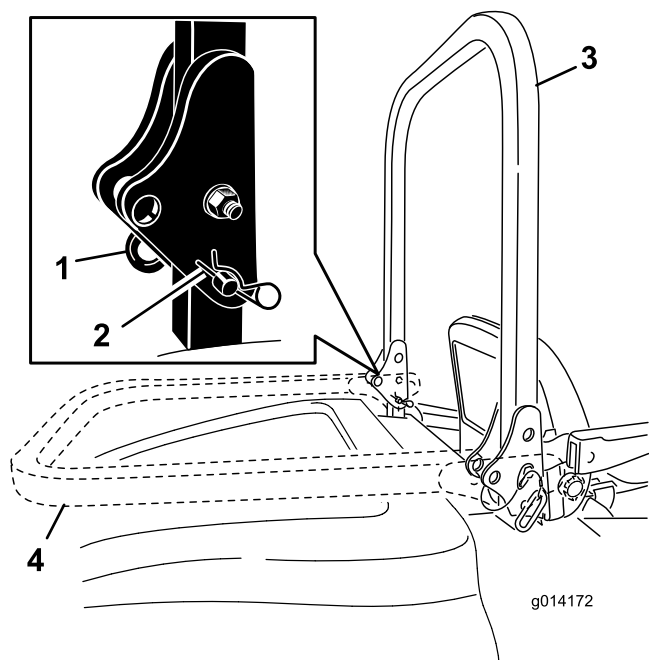

Figura 14
1. Para baixar a barra de segurança, retire os pernos de gancho, empurre a barra de segurança para a frente contra as molas e retire os dois pinos (Figura 14).
2. Baixe por completo a barra de segurança (Figura 14).
3. Instale os 2 pinos e fixe-os com os contrapinos (Figura 14).
4. Para levantar a barra de segurança, remova os contrapinos e os dois pinos (Figura 14).
5. Levante a barra de segurança na vertical, instale os dois pinos e fixe-os com os contrapinos (Figura 14).